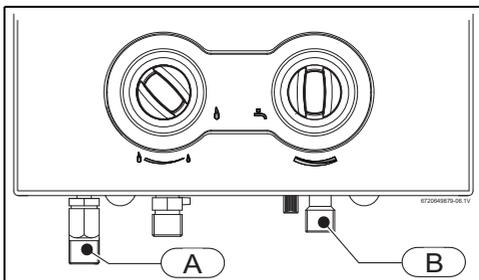

Fig. 14 Conexión del agua
- ▶ Identificar el tubo de agua fría (Fig. 14, [B]) y el tubo de agua caliente (Fig. 14, [A]), para evitar cualquier conexión equivocada.